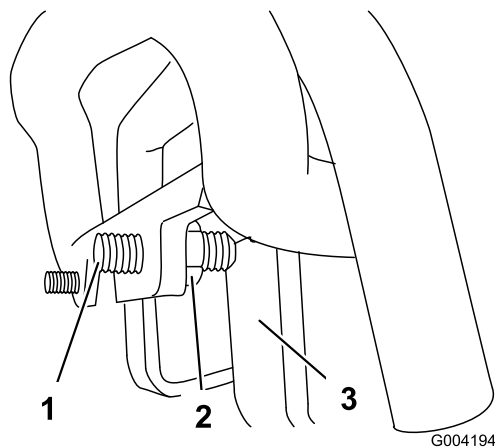

Figura 52
3. Se il trattore devia verso **sinistra**, allentare il controdado **destro** e regolare la vite di registro sulla parte anteriore del comando della trazione (Figura 52).
4. Se il trattore devia verso **destra**, allentare il controdado **sinistro** e regolare la vite di registro sulla parte anteriore del comando della trazione (Figura 52).